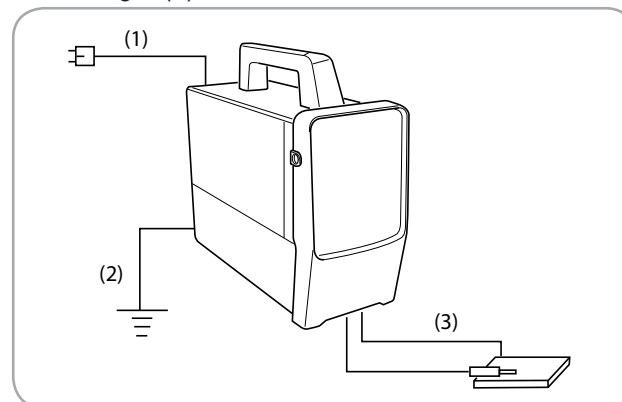

Fig.4
- Verificați cablul electric pe toată lungimea acestuia, verificați și ștecherul înainte și după fiecare utilizare Fig 4 (1)
- Modul în care se face împământarea este prin conectarea acestui cablu între priza de împământare și șurubul din spatele aparatului. Fig 4 (2).
- Cleștele de masă se va conecta la piesa ce urmează să fie prelucrată asigurând un contact cât mai bun și cât mai aproape de zona ce urmează să fie prelucrată Fig 4 (3).